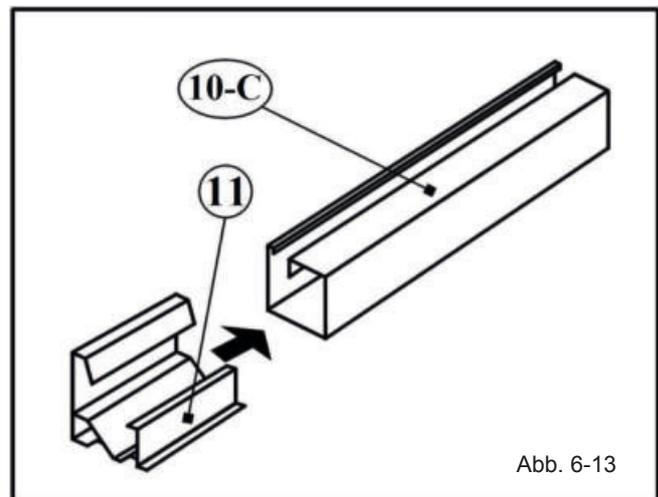
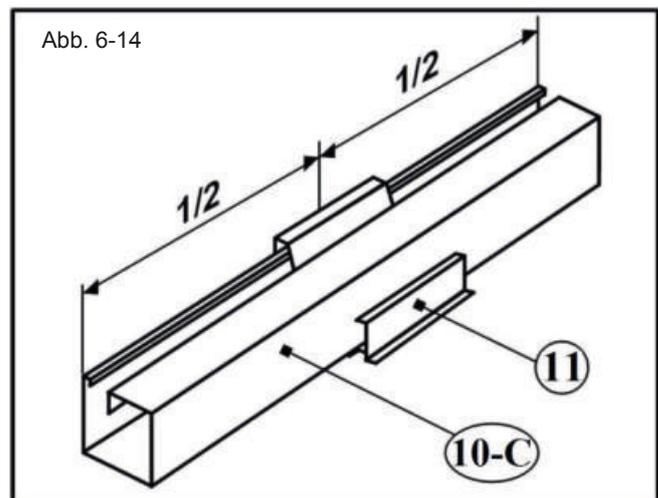

Abb. 6-13
Abb. 6-14
- a) Manche Becken-Typen sind mit einer Leistenverstärkung [11] ausgestattet (Abb. 6-13). Ist dies der Fall, setzen Sie die Verstärkung [11] in die Mitte der Typ C - Leiste [10-C] ein (Abb. 6-14).